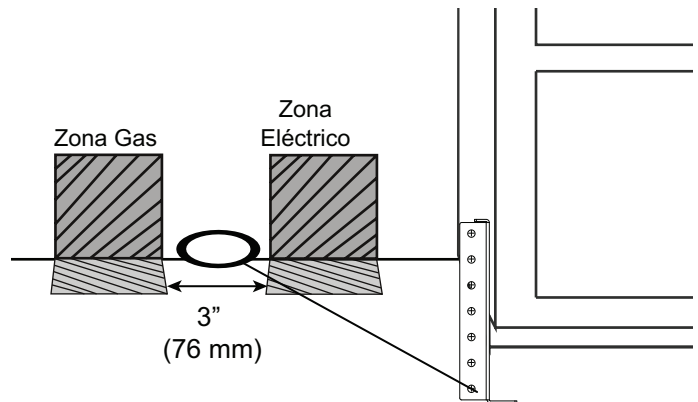
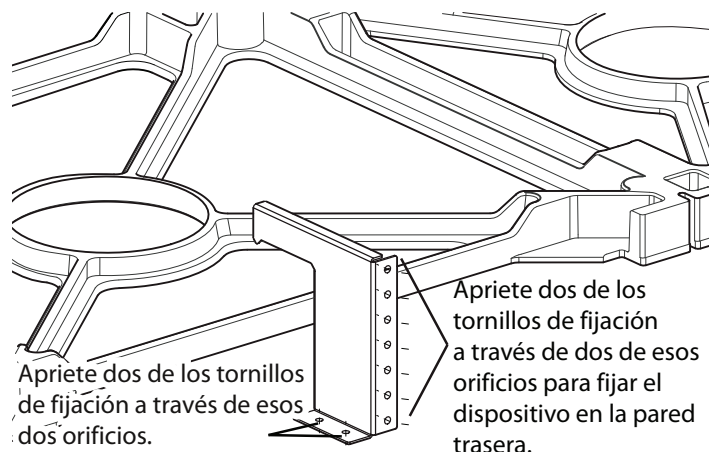

Figura 11: Ubicación para la instalación del dispositivo antivuelco
Figura 12: Soporte antivuelco
- En todos los casos, se deben fijar al menos dos (2) tornillos de fijación para instalarlo en el piso o dos tornillos de fijación (o anclajes par muro de yeso-cartón) para fijarlo en la pared situada detrás del aparato (vea las *Figura 11* y *Figura 12*).
1. Coloque el soporte en el piso, cerca del centro del sitio donde se instalará el aparato (*Figura 11*).